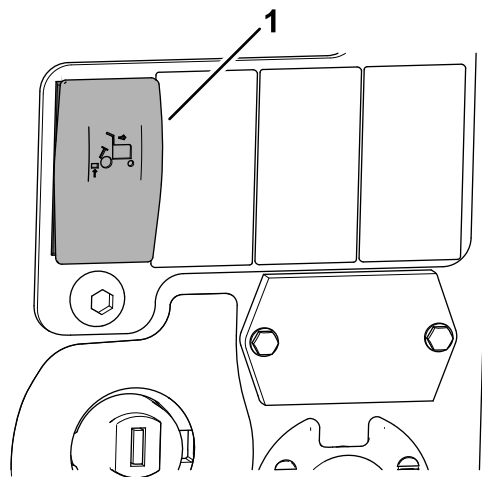

Figura 7
- Para activar la elevación limitada automática en marcha atrás, pulse la parte superior del interruptor de elevación limitada automática en marcha atrás (Figura 7).